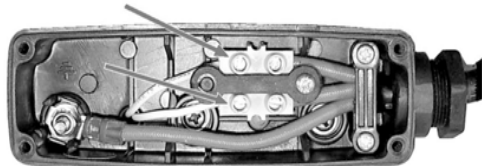

Fig. 2
4. Maak de lamp los uit de contactdozen door de hierboven in fig.2 aangeduide schroeven los te draaien.